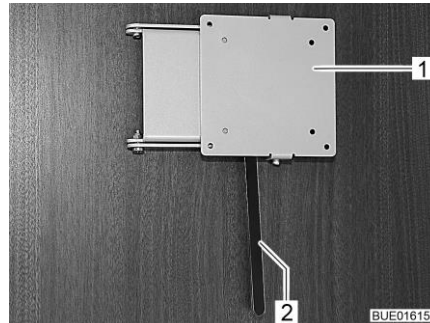

Fig. 87 Support avec levier de déverrouillage
- Pousser le levier de déverrouillage (Fig. 87,2) sur le côté et pivoter le support (Fig. 87,1) et l'écran plat pour les amener en position souhaitée.
- Pivoter l'écran plat en sens inverse, jusqu'à ce que le support (Fig. 87,1) s'enclenche dans le verrouillage.